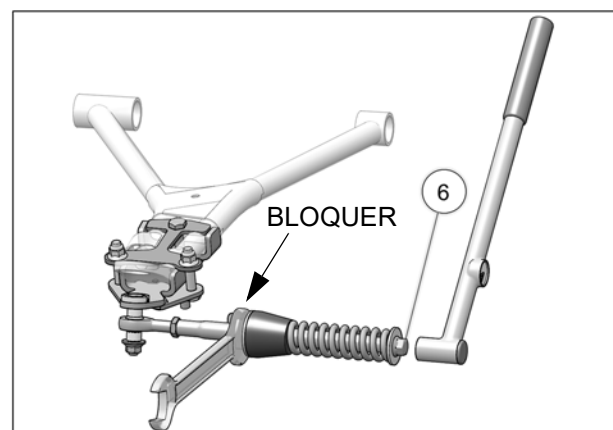

Fig. 19
10. Vérifier que le boulon du ressort (6) est serré au couple recommandé : 75 N•m [55 lb•pi]. Assurez-vous de bloquer en position, l'écrou devant l'amortisseur en caoutchouc. Voir Fig. 19